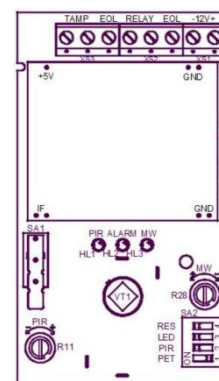

Рис. 2. Внешний вид платы извещателя
На плате обозначены (см. рисунок 2):
- подключить провода к клеммам подключения в соответствии с их назначением (см. рисунок 2);
Для регулировки дальности обнаружения извещателя по ИК-каналу используется потенциометр R11 (PIR) (см. рисунок 2).
Срабатывание ИК-канала контролируется по загоранию зеленым цветом светодиода HL1 (см. рисунок 2) при движении в зоне обнаружения.
Для регулировки дальности обнаружения извещателя по МВ-каналу используется потенциометр R28 (MW) (см. рисунок 2).
- осмотреть плату извещателя. Переключатель SA2.3 (LED) должен быть установлен в положении «ON» (см. рисунок 2). Заводская установка – положение «ON»;
Срабатывание МВ-канала контролируется по загоранию желтым цветом светодиода HL3 (см. рисунок 2) при движении нарушителя в зоне обнаружения.
Для установки иммунитета используется переключатель SA2.1 (PET) (см. рисунок 2):